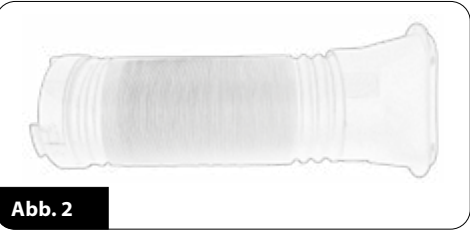

Abb. 2
3. An einem Rohrende (15) schrauben Sie den Montagering (17). Die drei Noppen an der Außenkante des Ringes (17) müssen sich nach dem Anschrauben außerhalb des Rohres befinden (Abb. 2). An das andere Rohrende (15) schrauben Sie den Montageverbinder (16).